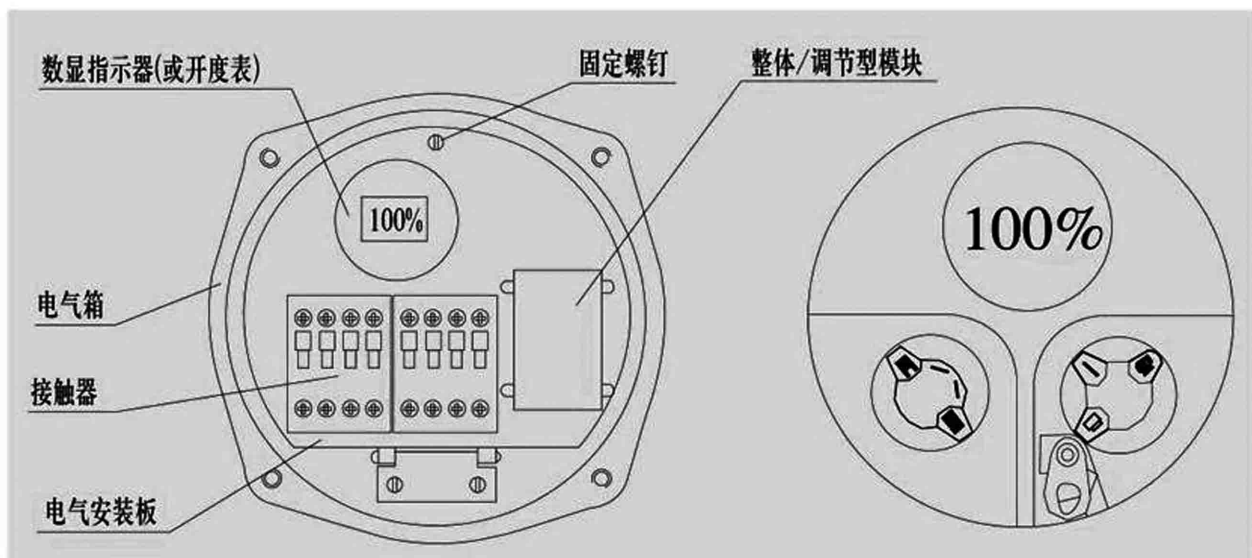

图 10 整体开关型/整体调节型电气部分结构
5.7.1 整体开关型:控制系统与电动装置集合于一体称为整体型电动装置,其电气部分主要由整体型模块、按钮盒、开度表（或数显指示器）、接触器等组成，见图 10。电气元件安装在一块可翻转的板上，以便对力矩控制机构、行程控制机构、开度指示机构进行调整。按钮盒上有三个按钮，中间为现场/远控转换按钮，其左边为现场关阀按钮，右边为现场开阀按钮，盖上按钮盒盖为远方控制，远程为 24VDC 开关触点控制（24VDC 已内供），打开盖子为现场操作。
打开电气箱盖，松开电器安装板上的固定螺钉（见图 10），把电器安装板翻转 90°，即可对力矩控制机构，行程控制机构，开度指示机构进行调整。调整方法见 7.1、7.2、7.3。